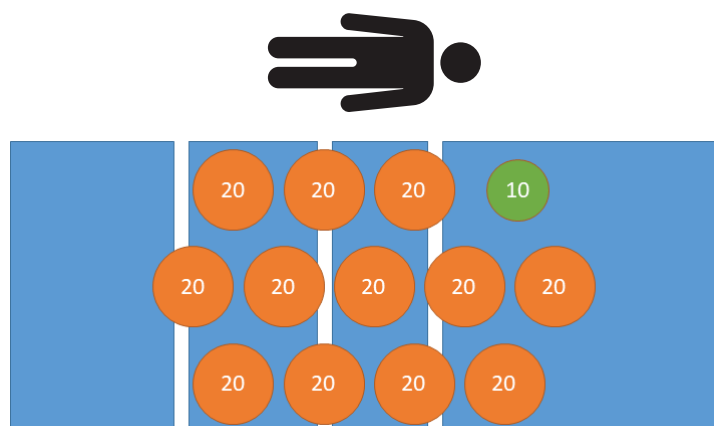

Figura 23 – Test de performanță de cântărire - 250 kg
6. Folosind greutăți calibrate, așezați 250 kg pe produs (Figura 23).